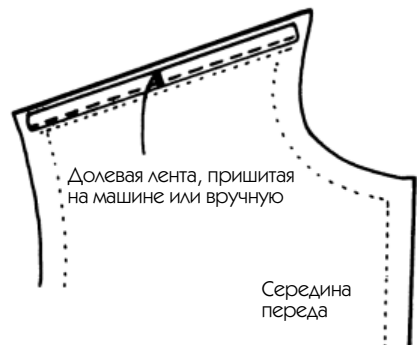

Рис. 195
На рис. 195 показано укрепление плечевого среза, которое требуется делать почти всегда.
2. На ширину шва на расстоянии 0,1 см от маркировки с изнаночной стороны наложите долевую ленту и пристрочите ее, как показано, или пришейте вручную стежками «вперед иголку» (рис. 195).